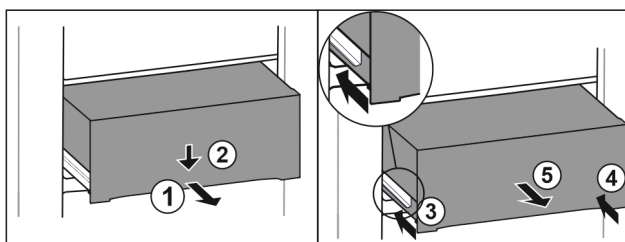

Fig. 118
- ▶ Wyciągnąć szufladę do połowy. Fig. 118 (1)
- ▶ Popchnąć szufladę z przodu w dół. Fig. 118 (2)
- ▶ Wsunąć lewą szynę o ok. 2 cm. Fig. 118 (3)
- ▶ Wsunąć prawą szynę o ok. 2 cm. Fig. 118 (4)
- ▶ Wyjąć szufladę do przodu. Fig. 118 (5)